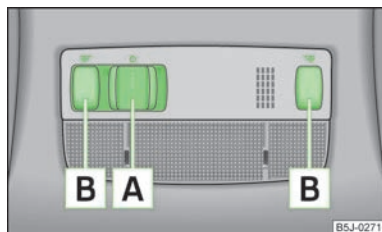

Fig. 26
- Le symbole  s'affiche quand vous poussez le contacteur **A** » fig. 26 vers le bord de la lampe.
- Poussez le contacteur **A** » fig. 26 sur la position centrale **O**.
- Appuyez sur les commutateurs **B** » fig. 26 pour allumer ou éteindre les liseuses droite ou gauche.